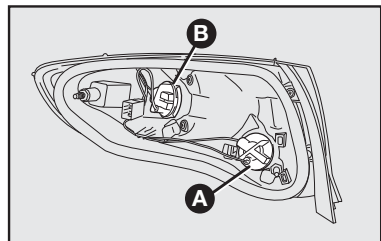

fig. 52
A-fig. 52: Luz de giro trasera.
B-fig. 52: Luz de posición trasera/luz de freno.
1) Para sustituir la lámpara de la luz de giro, gire en sentido antihorario la tapa portalámpara **A-fig. 52**, empuje un poco la lámpara y gírela en sentido antihorario. Enseguida, sustituya la lámpara y recolque la tapa portalámpara, girándola en sentido horario.
2) Para sustituir la lámpara de la luz de posición/freno, gire en sentido antihorario la tapa portalámpara **B-fig. 52**, empuje un poco la lámpara y gírela en sentido antihorario. Enseguida, sustituya la lámpara y recolque la tapa portalámpara, girándola en sentido horario.